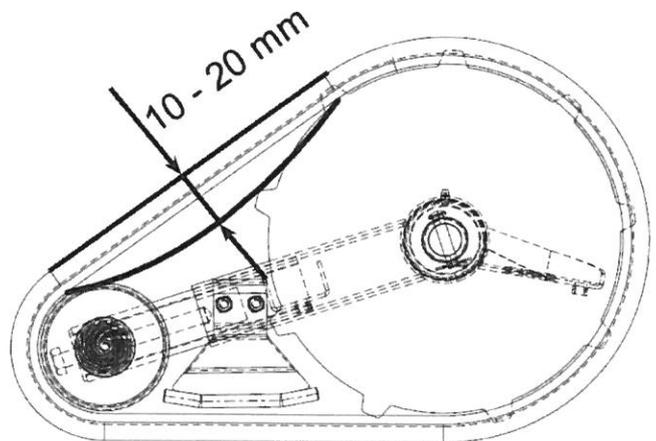

Figure 26
3. Tournez la vis dans le sens des aiguilles d'une montre pour augmenter la tension de chenille et dans le sens inverse des aiguilles d'une montre diminuer. Le jeu libre de la ceinture devrait être entre 10 à 20 mm (Figure 26).